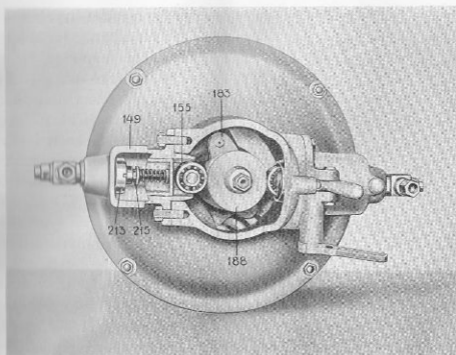
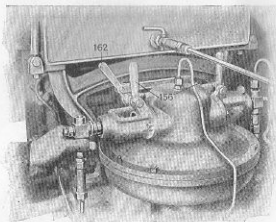

Fig. 9.
Fig. 10.
Då pumphus och rörledningar äro fyllda med bränsle, och kolven intryckes av regulatorns pumpnock, då denna passerar pumprullen (155, fig. 9), tryckes bränslet genom tryckventilen ut i rörledningen till explosionskammaren. I samma ögonblick som pumpnocken passerat pumprullen, trycker pumpfjädersnålen tillbaka kolven och pumprullen mot löpskivan, varvid insugning av bränsle genom sugventilen försiggår. För varje gång pumpnocken passerar pumprullen upprepas samma arbetsförlopp.
Genom att avskruva ringmuttern (213, fig. 9) kan pumpen borttagas (se fig. 10), varefter kolven och packningen kunna uttagas. Hava läderringarna hårdnat, böra de uppmjukas i smörjolja eller utbytas mot nya. Om de gamla ringarna åter inläggas, kompletteras de med behöfligt antal nya.
Då pumpen åter fastskruvas, tillses, att knasten "Å" (fig. 10) styr i spåret på pumpflänsen. Såväl denna som pumpphyllans fläns måste vara väl rengjorda, så att vid tilldragningen av ringmuttern pumphuset ej deformeras, varigenom kolven kan haka upp sig och förorsaka oregelbunden bränsletillförsel. Av samma anledning får ringmuttern icke dragas för hårt.
Sedan pumpen fastskruvats, övertygar man sig om, att kolven, då den intryckes medelst pumpspaken (156, fig. 10), icke hakar upp sig utan lätt tryckes tillbaka av pumpfjädern.
Med nämnda pumpspak kan alltså pumpning utföras för hand, varvid handspaken (162), liksom alltid under gång, skall hava det i fig. 10 visade läget.